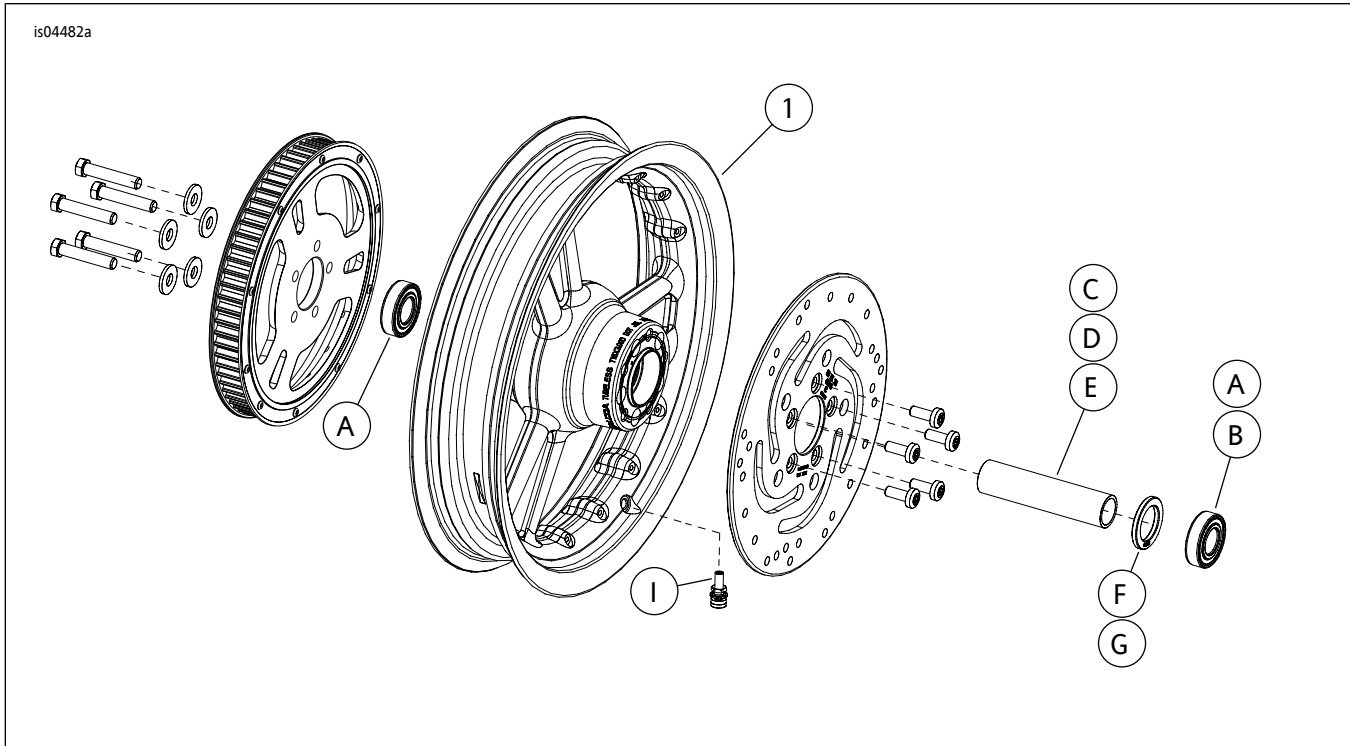

图1。维修零件：Detonator后轮(图示为16英寸)
参见图1和表2
2. 参见图1。在车轮上安装阀杆组件(I)。参阅维修手册中的“轮胎”部分。